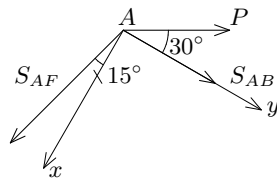

Рис. 6
1. Решение задачи начинаем с рассмотрения узла  $A$ , так как этот узел соединен только с двумя стержнями  $AB$  и  $AF$ . При вырезании узла действие каждого стержня заменяем силой, направленной из шарнира к стержню (рис. 6).